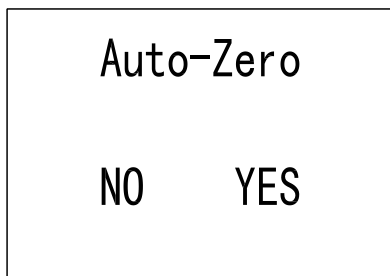

图 5 设置界面
② 选中第 2 项（2. Auto Zero），按  键进入图 5 设置界面